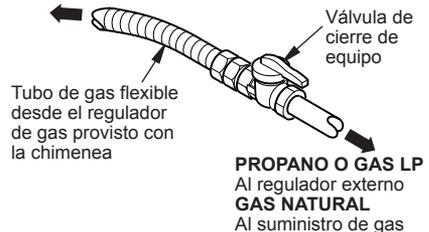

Figura 16 - Conexión del tubo de gas flexible al la válvula de cierre del equipo
3. Aplique un poco de sellador de tubería en la rosca del conector de gas unido al tubo de gas flexible y/o válvula de cierre del equipo (consulte la figura 16).